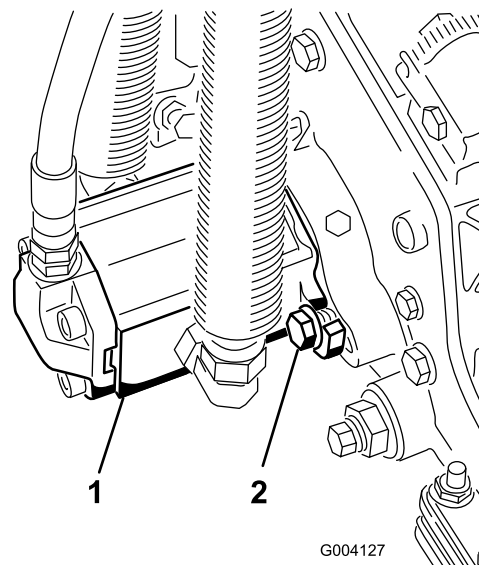

Figure 14
11. Montez le moteur en le tournant dans le sens horaire jusqu'à ce que les brides passent les vis (Figure 14).